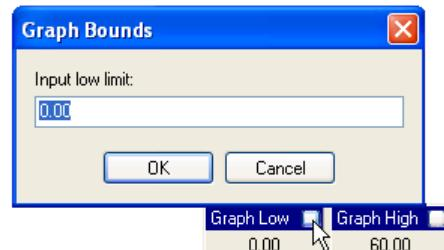

Figura 7.8.1c Impostazione del limite istogramma
- Se necessario, cliccare sul quadrato bianco sulla barra del titolo "Istogramma Basso" o "Istogramma Alto", e impostare i valori basso e alto da visualizzare nel relativo istogramma (Figura 7.8.1c).